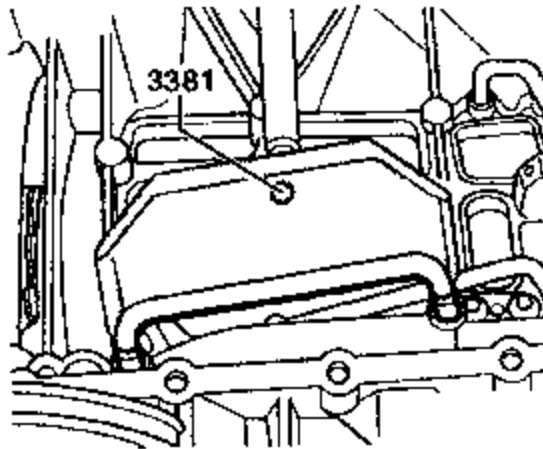

图 8-86 用专用工具安装内部机油管
(1) O形密封圈应更换。
(2)把机油管装到压入辅具 3381 上,如图 8-86 所示,用塑料锤轻轻敲打压入辅具 3381,直到工具挡块进入壳体为止。